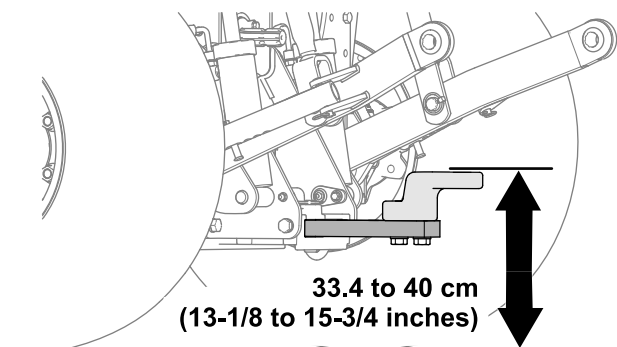

Figure 27
- Hauteur de travail : 33,4 à 40 cm (13¼ à 15¾ po); voir Figure 27.